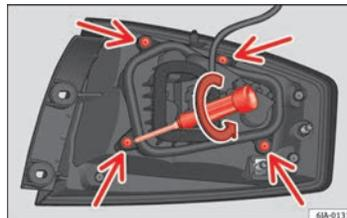

Abb. 158 Befestigungsschrauben an der Rückseite der Heckleuchteinheit
- Lösen Sie mit dem Einsteck-Schraubendreher oder einem T20 Torx-Schlüssel die vier Befestigungsschrauben des Lampenträgers durch Drehen gegen den Uhrzeigersinn ⇒ Abb. 158. Achten Sie darauf, die Befestigungsschrauben des Lampenträgers nicht zu verlieren.